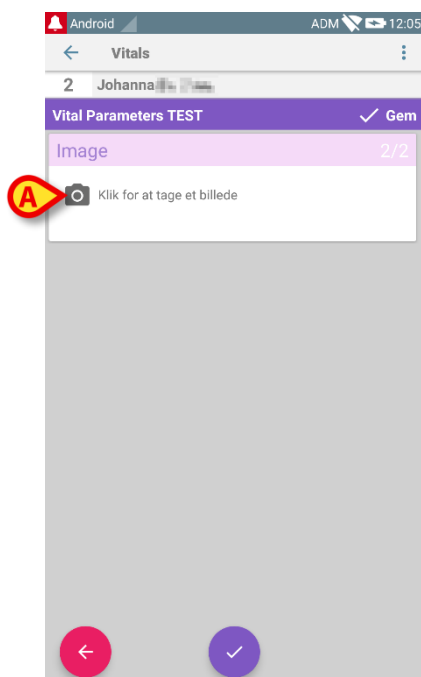

Fig. 78
- Berør  ikonet i nederste højre hjørne på skærmen (Fig. 75 **B**). Den følgende skærm åbnes (Fig. 78).
- Berør ikonet, der er vist i Fig. 78 **A**, for at aktivere kameraet (Fig. 79).
2. beholde billedet og vende tilbage til siden for indlæsning af billede (Fig. 78);
3. kassere billedet og vende tilbage til siden for indlæsning af billede (Fig. 78);